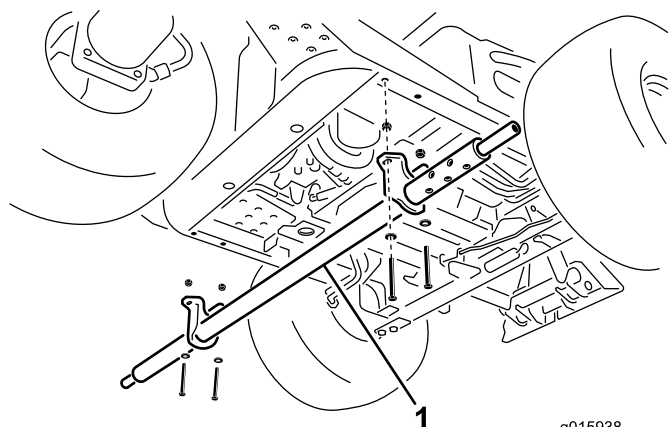

Рисунок 4
1. С левой стороны машины сдвиньте узел поперечной трубы под машину, совместив отверстия в крепежном кронштейне с отверстиями в каждой трубе рамы (Рисунок 4).
2. Присоедините крепежные кронштейны поперечной трубы к трубам рамы с помощью 4 винтов (3/8 x 3 дюйма), 4 плоских шайб и 4 контргаек (3/8 дюйма); см. Рисунок 4.